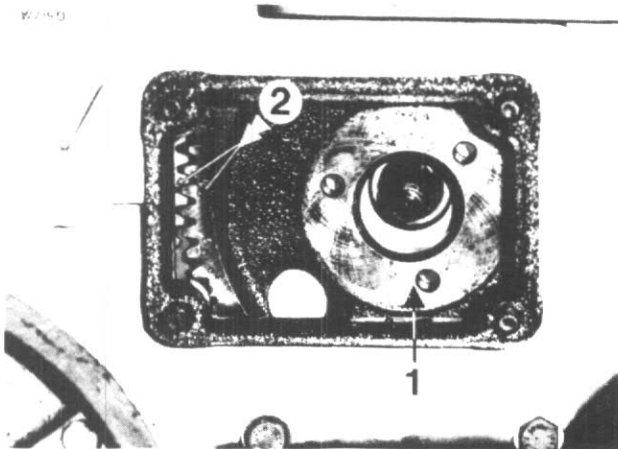

Figure 202
observera pas toujours un alignement correct de calage (2) fig. 202. Si le moteur est en compression sur le cylindre no. 1 au calage statique requis et la pompe d'injection est installée avec la course du plongeur de 1.0mm., le calage de la pompe sera assuré.